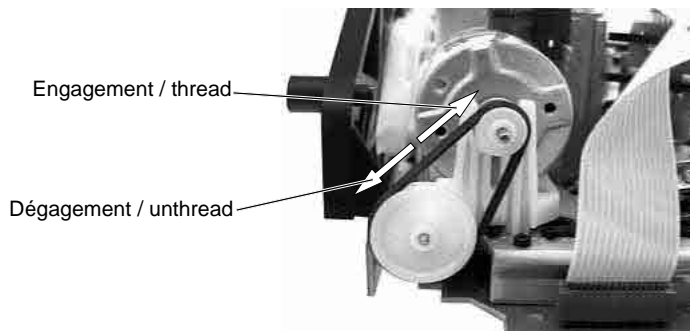
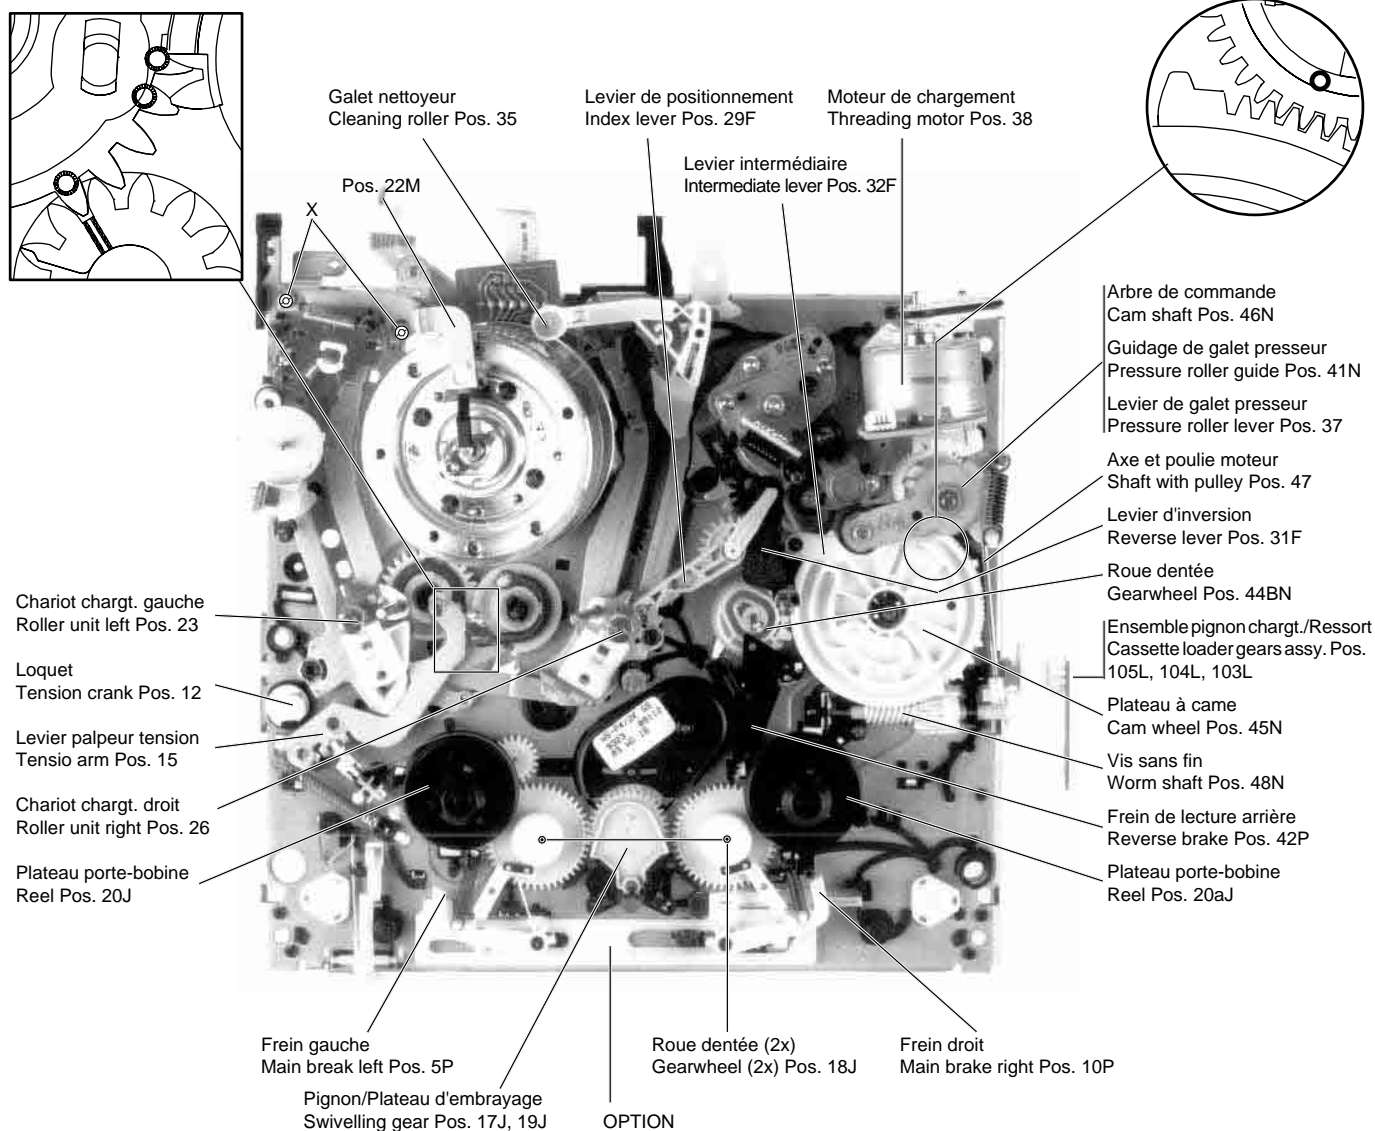
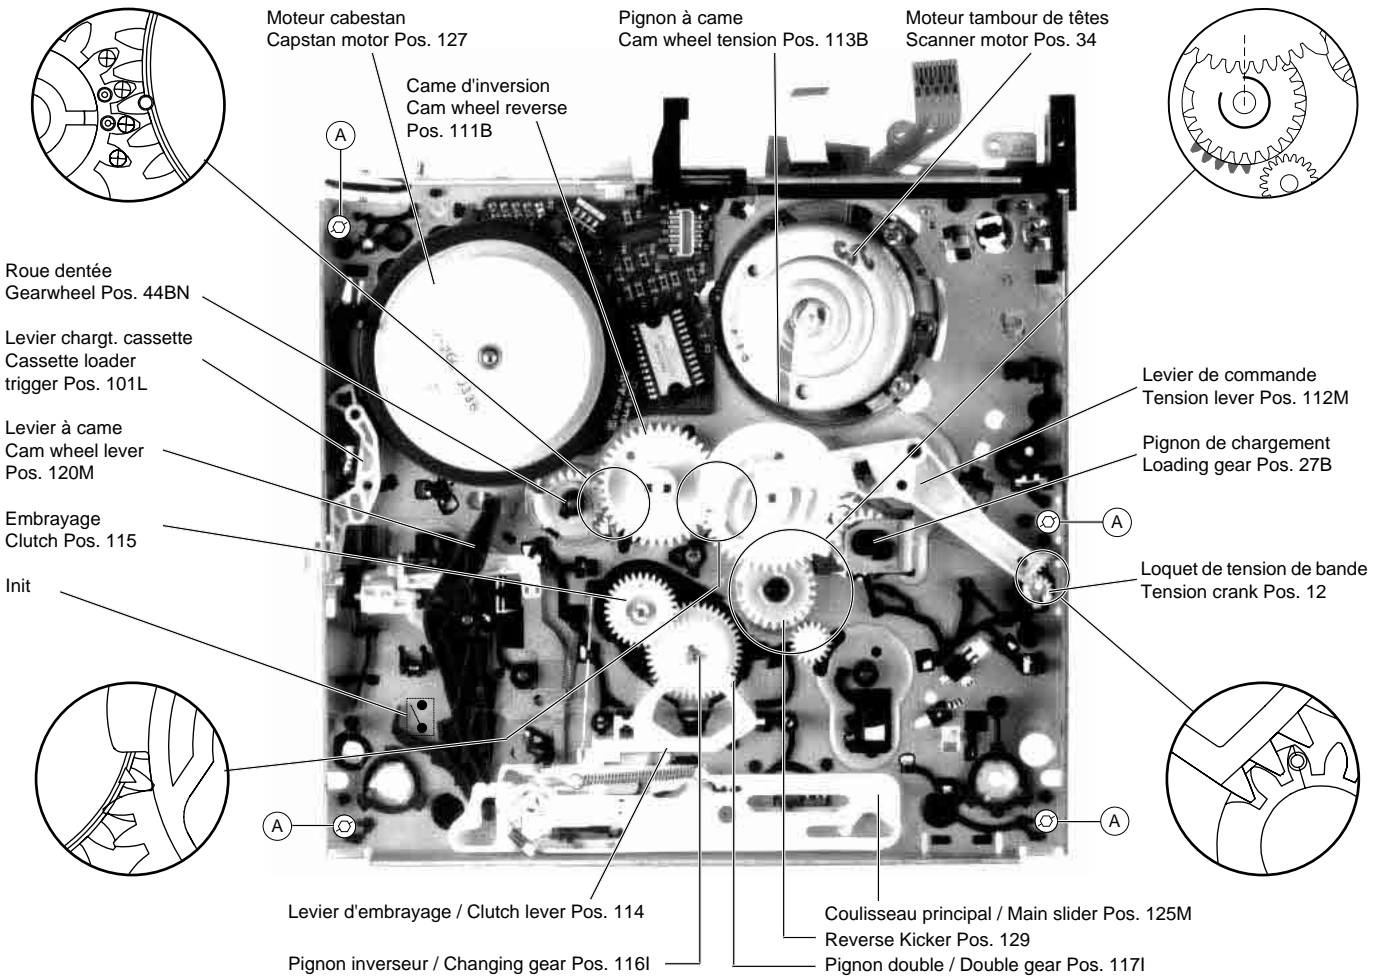
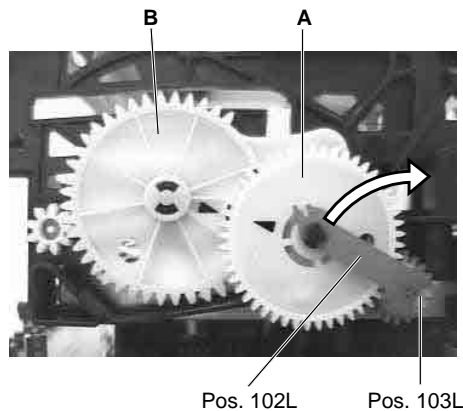

Fig. 3
Fig. 4
Fig. 5
Fig. 6
- Tourner le moteur de chargement dans le sens de la flèche "engagement de bande" (Fig. 3) jusqu'à la position basse du logement de cassette.
Si le magnétoscope refuse de dégager la bande et d'éjecter la cassette lors d'un appui sur la touche éjection en façade, il est possible d'effectuer manuellement l'opération en tournant l'axe du moteur de chargement (Fig. 3).
Pour éviter que la bande ne forme des boucles, actionner simultanément le moteur cabestan (Pos. 127, Fig. 5) dans le sens inverse des aiguilles d'une montre jusqu'à ce que la cassette soit entièrement rembobinée.
- Turn the threading motor in the direction of the "thread" arrow (Fig. 3) until the cassette compartment is down.
If the tape deck does not unthread and not eject the cassette by pressing the Eject button this function can also be effected manually by turning the driving gear at the threading motor (Fig. 3). To avoid slackening of the tape, turn the capstan motor (counterclockwise) (Pos. 127, Fig. 5) and the driving gear alternately until the tape is completely wound up in the cassette.
(La position "zéro mécanique" est atteinte lorsque la platine mécanique est en position "dégagement" et le logement de cassette en bas). Les figures ci-après montrent une présentation détaillée des pignons et leviers lorsque la platine mécanique est en position "zéro mécanique" (Fig. 4, Fig. 5).
- Tourner le moteur de chargement dans le sens "engagement de bande" (Fig. 3) jusqu'au déverrouillage du pignon (Pos. 103L, Fig. 6).
- Défaire le clip (Pos. 102L) de l'axe du pignon "A" (Fig. 6).
- Dévisser les 4 vis de fixation (A) (Fig. 5) du compartiment cassette sur la face inférieure de la mécanique.
The following diagrams show in detail the marked components and their correctly aligned position on the top and bottom side (Fig. 4, Fig. 5).
- Turn the driving gear of the threading motor in the "threading" direction (Fig. 3) until the gearwheel (Pos. 103L, Fig. 6) disengages.
- Release the bracket (Pos. 102L) from the shaft of gearwheel "A" (Fig. 6).
- Unscrew the 4 screws (A) (Fig. 5) on the underside of the cassette compartment.
- Logement de cassette en position basse et pignon "A" (Fig. 6) engagé.
- Remarque:** Lorsque les pignons d'ascenseur de cassette (A et B, Fig. 6) sont pourvus de flèches de marquage celles-ci doivent coïncider.
- Pignon de chargement de cassette (Pos. 103L, Fig. 6) déverrouillé (si ceci n'est pas le cas, tourner la roue d'entraînement du moteur de chargement jusqu'au déverrouillage).
- Fixer le logement de cassette avec les 4 vis inférieures (A) (Fig. 5).
- Verrouiller le clip (Pos. 102L) sur l'axe du pignon "A" (Fig. 6).
- Cassette compartment down, gearwheel "A" (Fig. 6) engaged.
- Note:** For video recorders which are fitted with cassette lift gear wheels (A and B, Fig. 6) marked with arrows, the arrows must show towards each other.
- Cassette loading gearwheel (Pos. 103L, Fig. 6) is released (if it is not the drive gear of the threading motor must be turned to release it).
- Fasten the cassette compartment with the 4 screws (A) (Fig. 5) at the bottom.
- Place the bracket (Pos. 102L) onto the shaft of gearwheel "A" and lock it in (Fig. 6).
- Dévisser les 2 vis X (Fig. 4) puis retirer l'équerre de fixation (Pos. 22M, Fig. 4) et le tambour de têtes.
- Undo 2 screws X (Fig. 4), remove the bracket (Pos. 22M, Fig. 4) and the head amplifier.